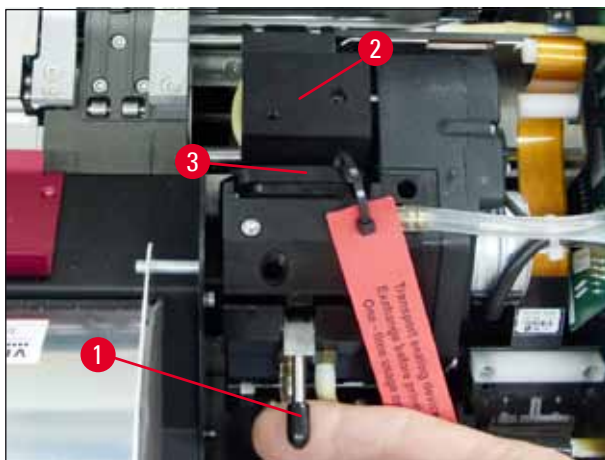

Fig. 34
- Skrivarhuvudet (→ "Fig. 34-2") förflyttas uppåt och stannar cirka 1 cm från tätningssläppen (→ "Fig. 34").